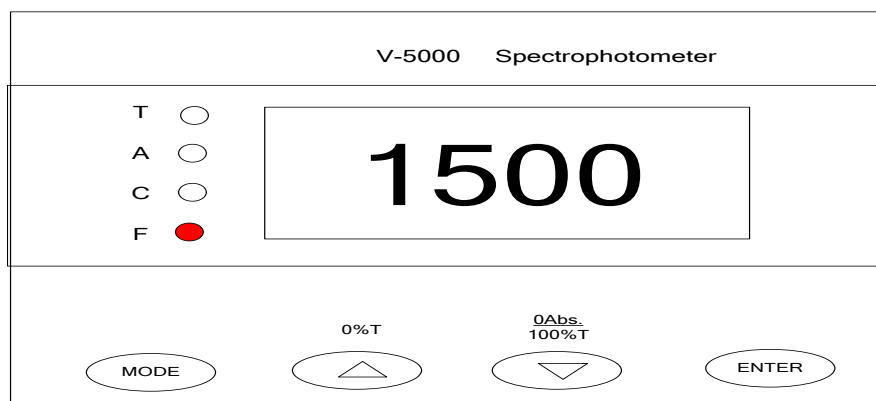

Fig.1-14
- b. Se o valor F atual é 1000, pressione a tecla $\Delta/0\%T$, até que ela chegue a 1500. (Fig.1-14)